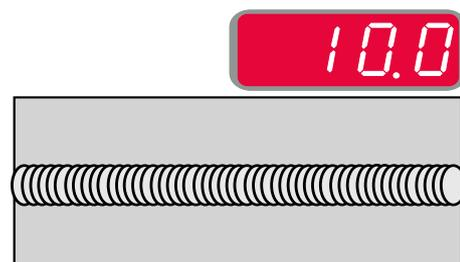

Figure 17
- Fréquence supérieure à 0,0 – Soudure étroite et vagues de solidification rapprochées, vitesse d'avance rapide. La Figure 17 montre une soudure réalisée avec une fréquence réglée à « +10 ».